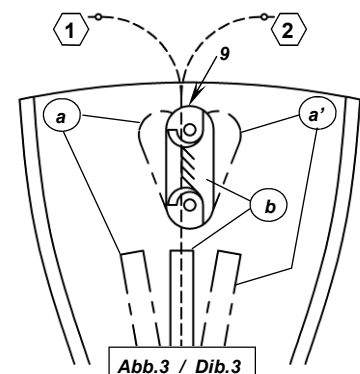

Abb.3 / Dib.3
V.) FONCTIONNEMENT (cf. Fig. 3 et 4)
V.) OPERATION (See Fig. 3 and 4)
V.) BETRIEB (Siehe Abb. 3 und 4)